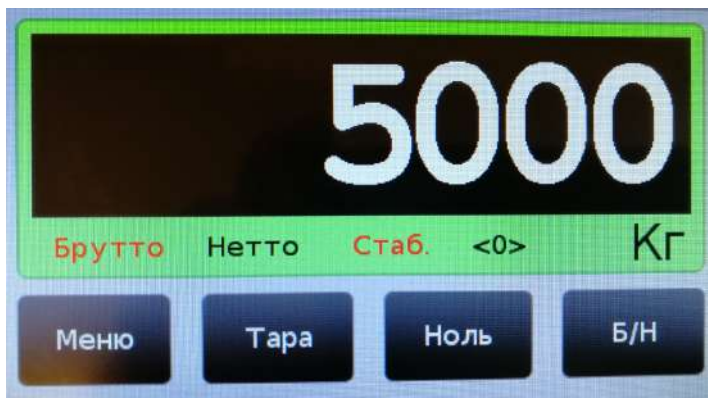
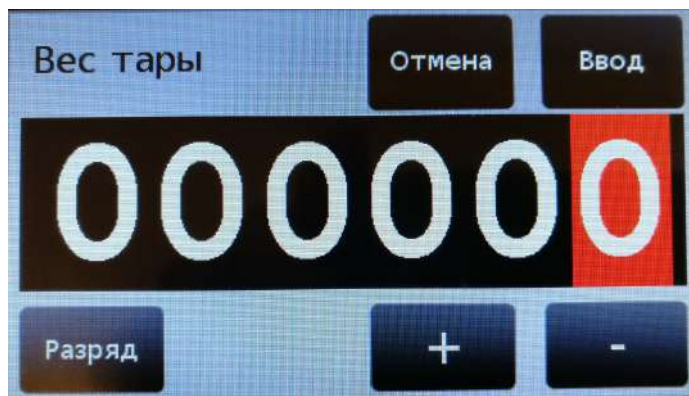
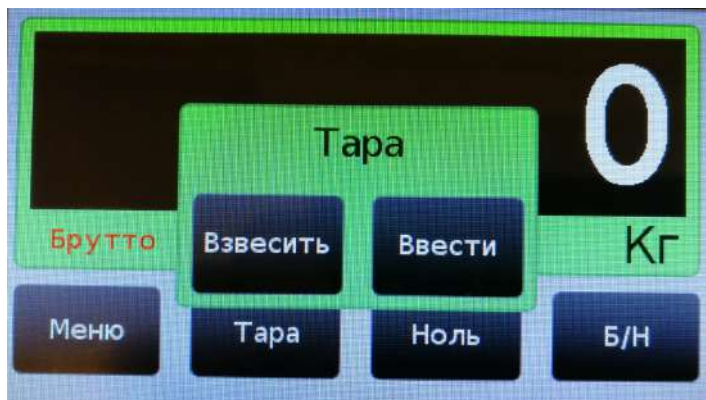

Рис. 9.1. Преобразователь в режиме измерения и индикации веса.
Рис. 10.1. Ввод значения веса тары с клавиатуры.
Рис. 10.2. Выбор способа ввода значения веса тары.
9.1. Дисплей Преобразователя в режиме измерения и индикации веса изображён на рис. 9.1.
Когда Преобразователь находится в режиме измерения веса **БРУТТО**, на дисплее светится индикатор «**Брутто**» (см. рис. 9.1).
- нажмите на кнопку «**Тара**», см. рис. 9.1, стр. 20. После этого значение веса тары будет запомнено и Преобразователь перейдёт в режим индикации веса **НЕТТО**, при этом показания веса обнулятся.
- нажмите на кнопку «**Тара**», см. рис. 9.1, стр. 20. После этого на дисплее появится окно для ввода значения веса тары, см. рис. 10.1, стр. 22.
10.5. Если выбран метод ввода веса тары «*Всегда выбирать*», то после нажатия на кнопку «**Тара**» (см. рис. 9.1, ст. 20) откроется окно выбора метода ввода значения веса тары, см. рис. 10.2.
11.2. Для обнуления показаний веса дождитесь «успокоения» показаний веса (загорится индикатор «**Стаб.**», см. рис. 9.1, ст. 20) и нажмите на кнопку «**Ноль**».